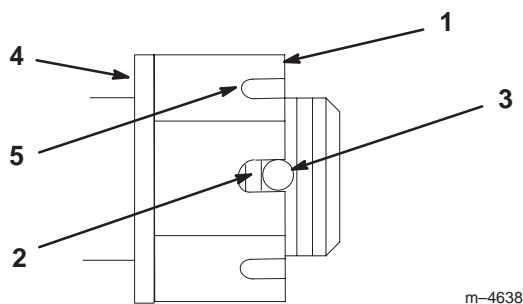

Figure 49
4. Serrez le boulon crénelé à 170 Nm (125 pieds-livre) (Fig. 49).
5. Contrôlez la distance entre la base de la fente de l'écrou et le bord intérieur du trou. On ne doit pas voir plus de deux filets (Fig. 49).
6. Si plus de deux filets sont visibles, enlevez l'écrou et placez une rondelle entre le moyeu et l'écrou (Fig. 49).
7. Serrez le boulon crénelé à 170 Nm (125 pieds-livre) (Fig. 49).
8. Serrez l'écrou jusqu'à ce que le jeu de fentes suivant soit en face du trou de l'axe (Fig. 49).